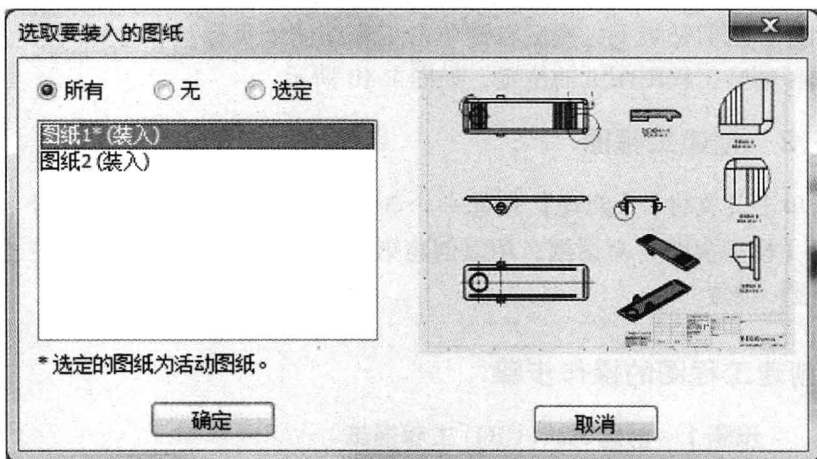

图 1-7 选取要装入的图纸
1. 添加图纸 打开多图纸工程图时，使用【选取要装入的图纸】选项来选择加载哪张图纸，如图 1-7 所示。